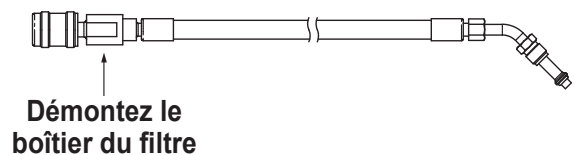

Figure 19
2. Démontez le tuyau de remplissage du réservoir au niveau du boîtier du filtre comme illustré sur la Figure 19.